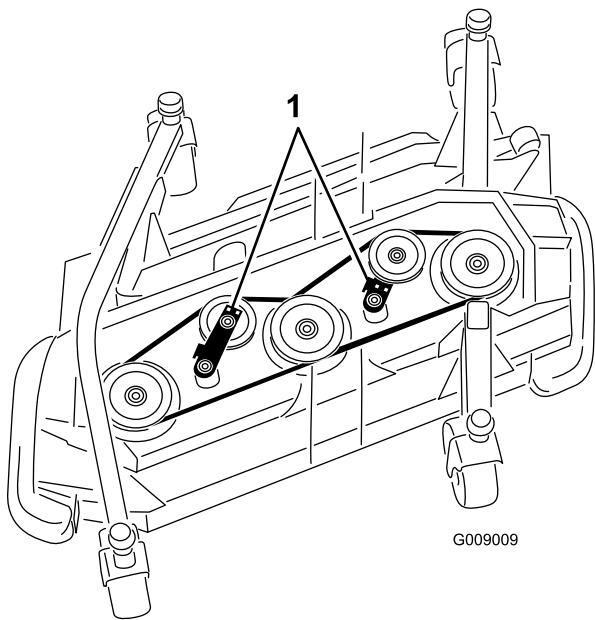

Figure 130
5. À l'aide d'une clé à cliquet ou d'un outil similaire, éloignez les poulies de tension de la courroie d'entraînement pour détendre cette dernière et pouvoir la déchausser des poulies (Figure 130).